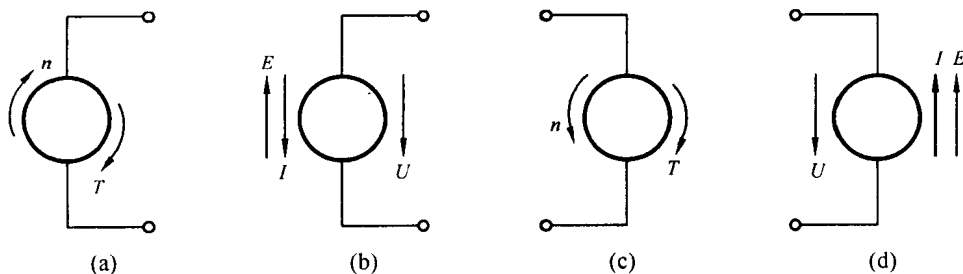

图 14.4.1
2. 如图 14.4.1 所示, 图中各物理量的方向均是实际方向, 试在圆内标明哪些作发电机(标 G)运行? 哪些作电动机(标 M)运行?